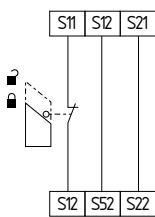

Fig. 10
**Circuito de monitorização de porta de protecção de canal único com dispositivos de bloqueio conforme EN 1088 (ver Fig. 10)**